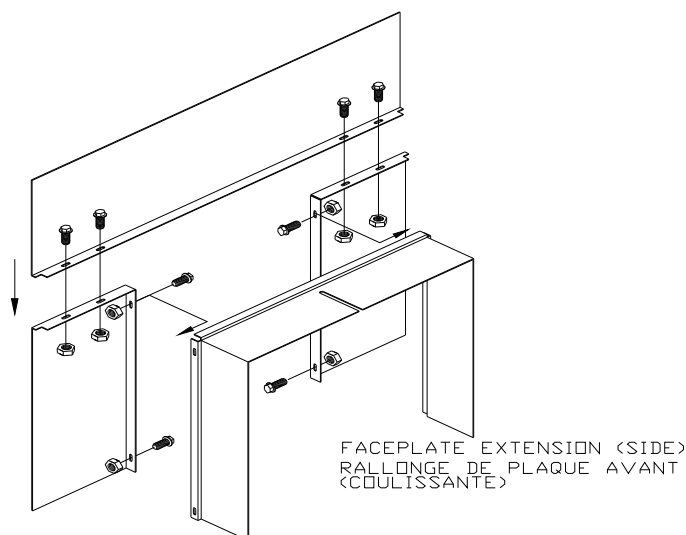

Figure 3
- B. Mettez la plaque avant sur une surface plate et non abrasive, la face vers le bas, (voir la figure 3) de façon à ce que les côtés soient plutôt vers le milieu.